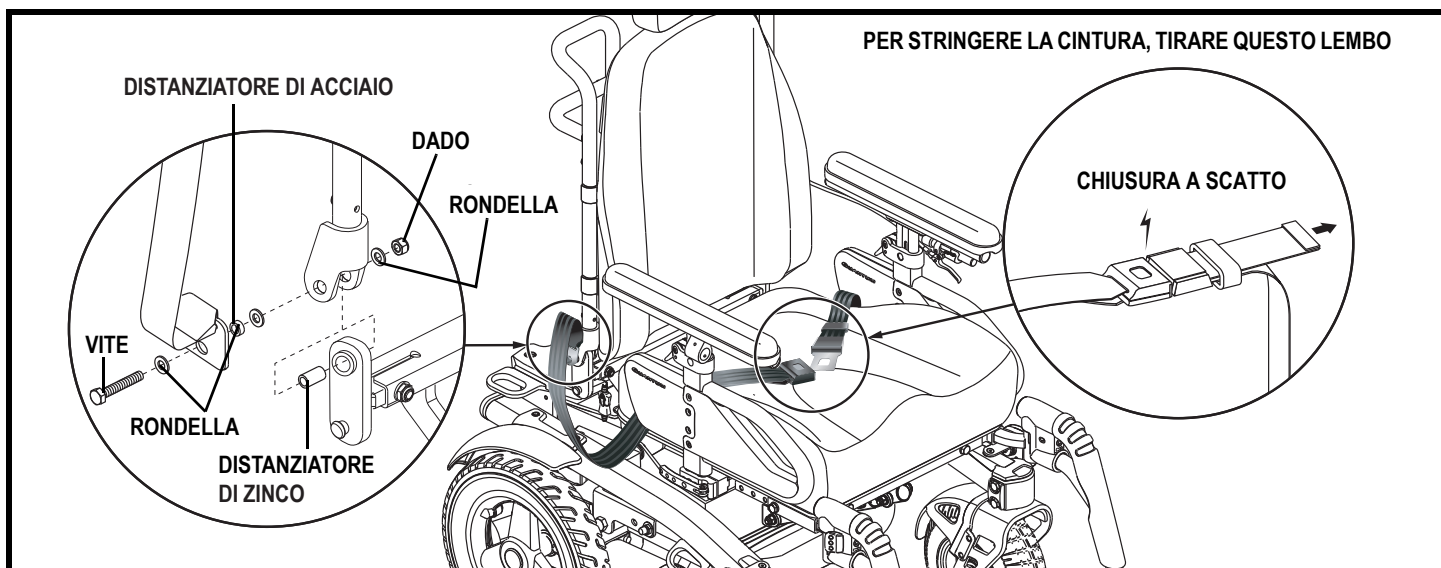

Figura 22. Installazione e regolazione della cintura di posizionamento
La Carrozzina elettrica può disporre di una cintura di posizionamento regolabile secondo la comodità dell'operatore. Vedere figura 22. La cintura di posizionamento è progettata per sostenere l'operatore in modo che non scivoli verso il basso o in avanti nel sedile e può essere regolata per maggiore comfort dell'operatore. La cintura di posizionamento non è prevista per essere usata come dispositivo di contenimento.
1. Inserire la vite attraverso la guarnizione e la barra di montaggio sull'estremità della cintura di posizionamento. Vedere figura 22.